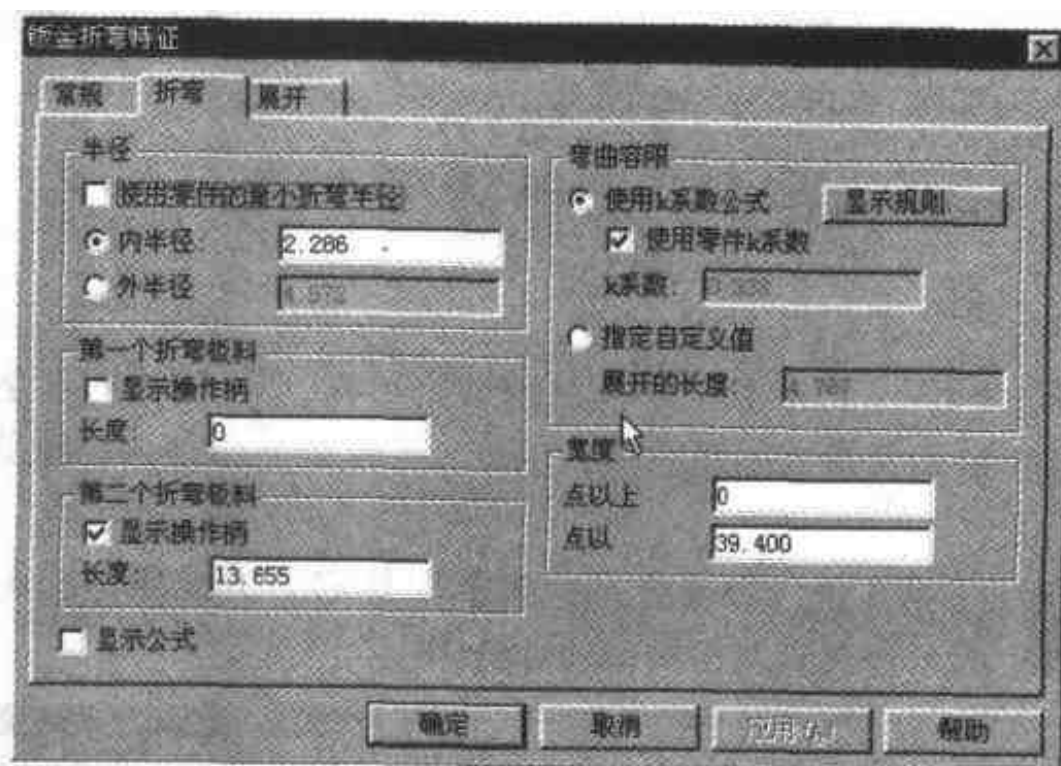

图 1.47 【钣金折弯特征】对话框
- **【弯曲容限】**：提供弯曲图案折弯容限确定办法的选项，折弯容限仅用于确定圆柱形弯曲的展开长度，如图 1.47 所示。